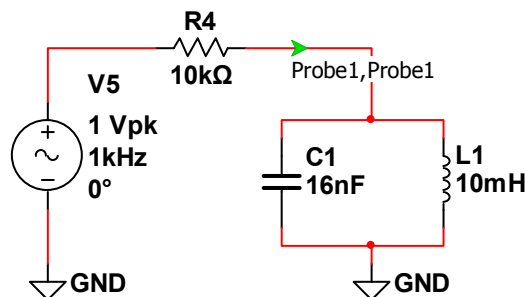

Рис. 6.3.1
- Собрать схему пассивной цепи (рис. 6.3.1) и установить значения элементов, соответствующие номеру варианта (табл. 6.3.1).